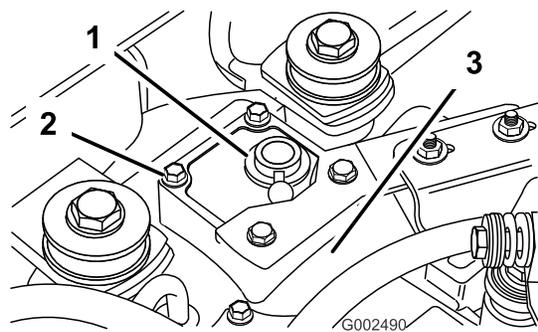

Bild 5
- Nehmen Sie die vier Schrauben ab, mit denen die Abdeckung oben am Hinterachsengehäuse befestigt ist (Bild 5). Entfernen Sie die Auspuffhalterung.